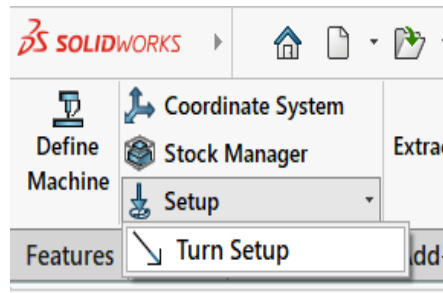

Рис. 4.4. Створення токарного установа
5. Створити токарний установ (рис. 4.4).